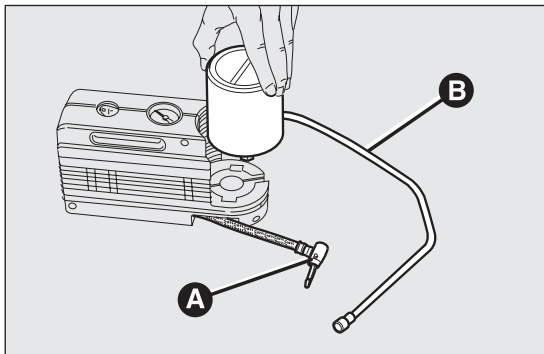

fig. 108
- débrancher le raccord A fig. 108 ;
- brancher le raccord A à la bombe et introduire le tuyau transparent B fig. 108 dans le compartiment approprié.